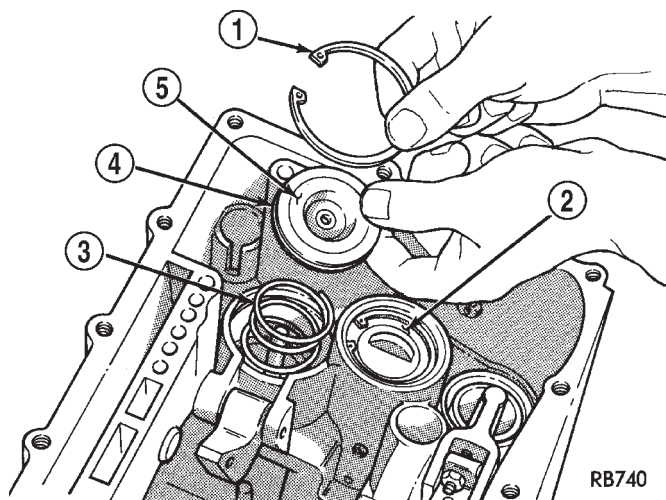

Fig. 20 Guía de la biela de retirada y anillo de muelle
(21) Retire la guía del servo de retirada (Fig. 20).